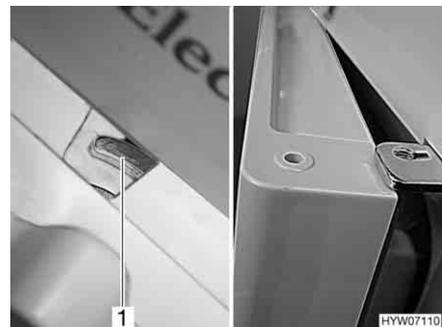

Bild 196 Kühlschranktür/Frosterfachtür in Lüftungsstellung (Dometic 7er-Reihe mit separatem Frosterfach)
- Verriegelung ganz nach rechts schieben. Die Kühlschranktür/Frosterfachtür ist mit Hilfe der Türarretierung (Bild 196,1) fixiert. Die Kühlschranktür/Frosterfachtür bleibt damit leicht geöffnet (Bild 196).